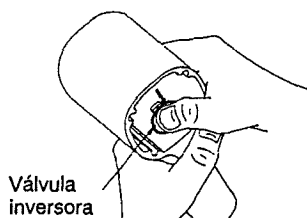

Figura 10
2. Introduzca el pulgar en la parte delantera de la carcasa y presione hacia **abajo** sobre la válvula inversora para que se pueda sacar ésta por la parte inferior de la empuñadura. Véase la figura 10.